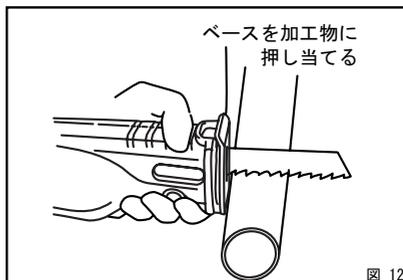

図 12
- (1) 加工物を万力等で確実に固定します。
- (2) ベースを加工物にしっかり押し当ててからスイッチを入れ、徐々に切り込んでいきます。(図12)